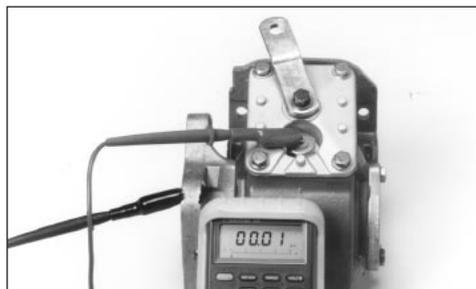

Fig. 24
3. Accione el dispositivo de activación y el medidor o la luz\* se deben activar cuando el engranaje de la PTO se embrague (Fig. 24).